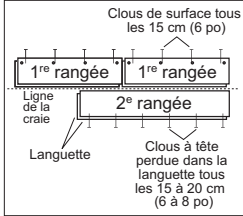

Figure 8
- Utiliser une cloueuse pneumatique pour enfoncer des clous perpendiculairement dans la rainure, à 1/2 po (13 mm) de la bordure, à des intervalles de 6 po (15 cm) et à 1 po à 2 po (2,5 à 8 cm) de chaque extrémité puis à un angle de 45° dans l'espace pour les clous sur le dessus de la langue à des intervalles de 6 po à 8 po (15 à 20 cm) (Figure 8).
- Si utilisant les clous de finition pré-perçé les trous de clou avec un foret de 1/32 po (0,8 mm) approximativement 1/2 po (13 mm) du bord du dos (le sillon), 1 po à 3 po (2,5 à 8 cm) de chaque fin, et à des intervalles de 6 po (15 cm) les intervalles. Pré-percer au même intervalle, à un angle de 45° dans l'espace pour les clous sur le dessus de la langue (Figure 8). Enfoncer les clous perpendiculairement dans le côté de la rainure, là où des trous ont été pré-perçés. Lorsque cela est fait, clouer à clous perdus à un angle de 45° dans la langue de la première rangée. Fixer avec des clous 6 ou 8d. Fraiser les clous pour qu'ils soient égaux avec la rainure. Utiliser un chasse-clou pour fraiser les clous et éviter de meurtrir le bois.